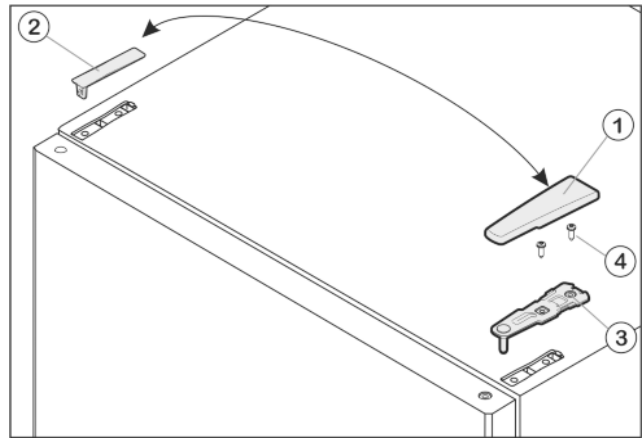

Fig. 7
- ▶ Kryt Fig. 7 (1) stáhněte dopředu a nahoru.
- ▶ Kryt Fig. 7 (2) zvedněte.
- ▶ Horní stojan ložiska Fig. 7 (3) odšroubujte (2 krát Torx® 25) Fig. 7 (4) a stáhněte nahoru.
- ▶ Horní stojan ložiska *Fig. 7 (3)* vložte na nové straně závěsu do dvířek.
- ▶ Horní stojan ložiska přišroubujte (s 4 Nm) (2krát Torx® 25) *Fig. 7 (4)*. Díry pro šrouby případně předem propíchněte nebo použijte akumulátorový šroubovák.
- ▶ Kryt *Fig. 7 (1)* a kryt *Fig. 7 (2)* vždy na opačné straně zvenku nasadte a zaklesněte.